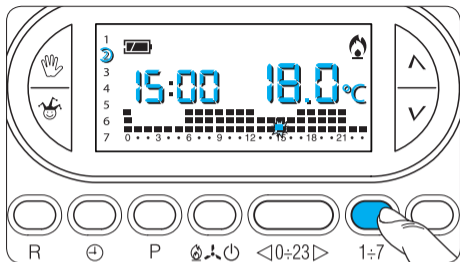

Fig. 55
15.4- Premere il pulsante **1÷7** (fig. 55).